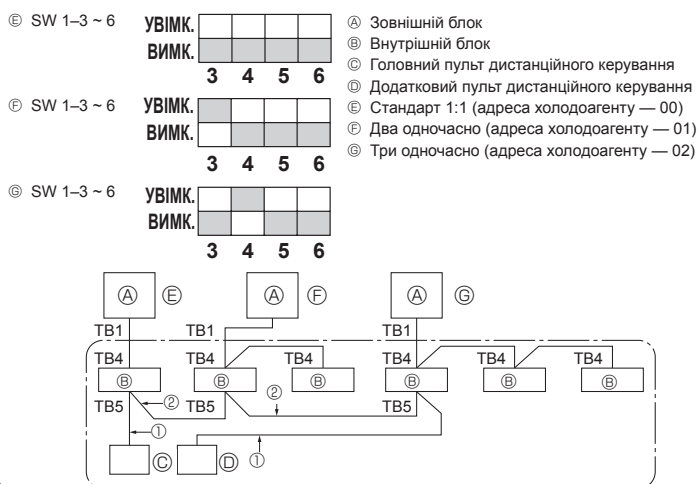

Fig. 9-1
9. Управління системою (Fig. 9-1)